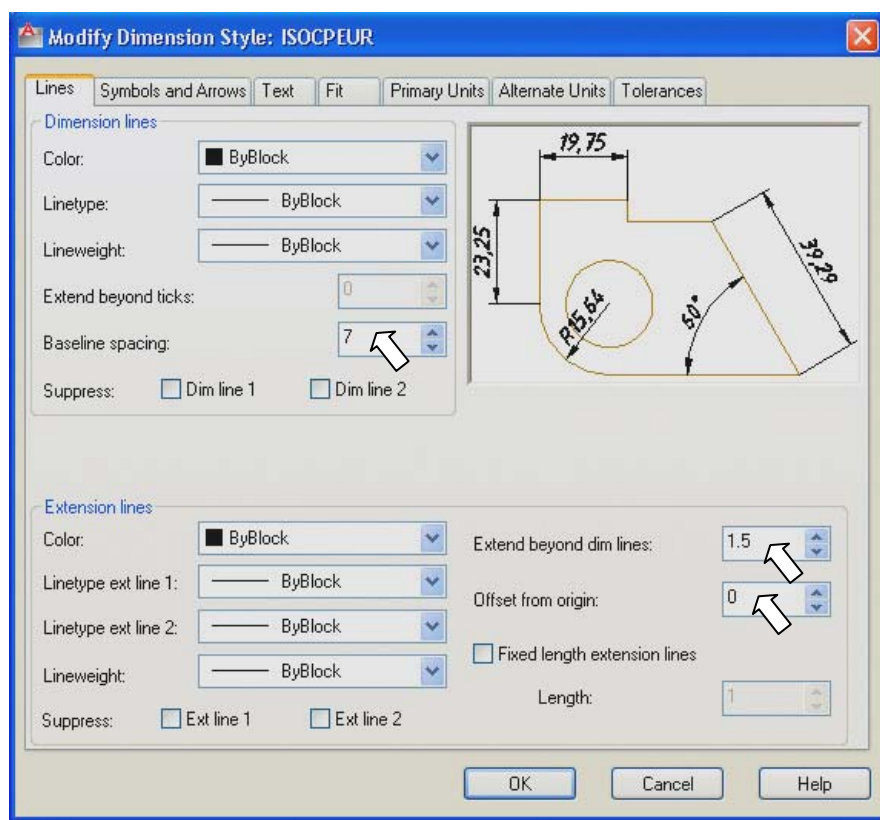

Рис. 3.16. Диалоговое окно **Modify Dimension Style** на вкладке **Lines** (Линии) с установками нового размерного стиля **ISOCPEUR**
- На вкладке **Lines** (Линии) (рис. 3.16) в области **Dimension Lines** (Размерные линии) в поле **Baseline spacing** (Шаг в базовых размерах) увеличьте расстояние между размерными линиями базовых размеров с 3,75 до 7 мм. В области **Extension Lines** (Выносные линии) в поле **Extend beyond dim lines** (Удлинение за размерные) увеличьте выступ выносных линий за размерную с 1,25 до 1,5 мм. В поле **Offset from origin** (Отступ от объекта) установите расстояние от объекта до начала выносной линии равное 0.